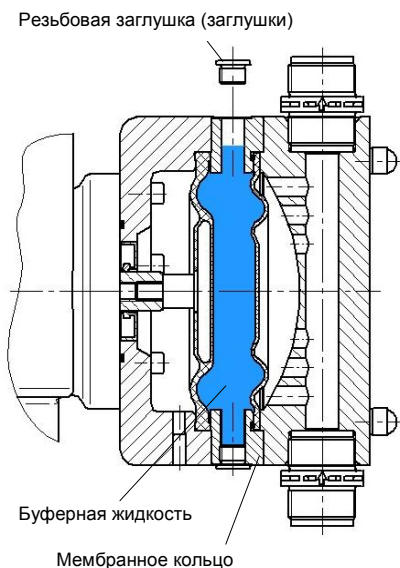

Рис. 45
- ввернуть резьбовую заглушку (заглушки) (ср. рис. 45)